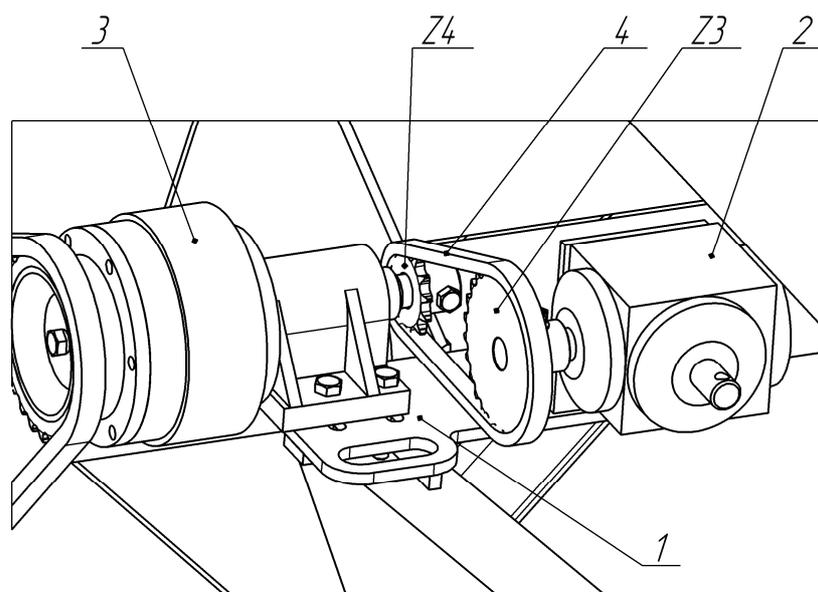

Рис.11 Установка цепной передачи
4.12. На кронштейн крепления углового редуктора поз.1 рис.11 закрепить, ранее демонтируемый, угловой редуктор поз.2. На свободный вал электромагнитной муфты поз.3 установить звездочку Z4, а на вал углового редуктора поз.2 установить звездочку Z3 и соединить их цепью поз.4. С помощью кронштейна крепления углового редуктора поз.1 натянуть цепь привода электромагнитной муфты поз.3 и цепь поз.4 привода углового редуктора поз.2, а затем, с помощью болтов М12х65 зафиксировать всю конструкцию.